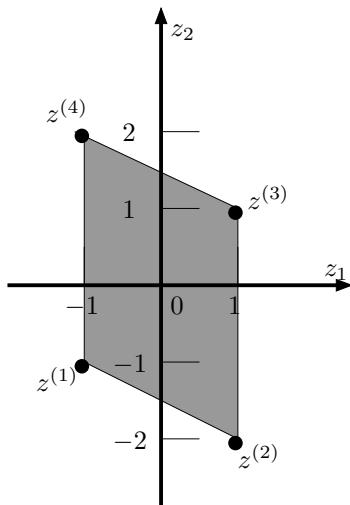

Figura 4.3: Spazio dei risultati (esercizio 4.3)
**Risoluzione.** Tenendo conto della regione ammissibile di *PLMO*, rappresentata in grigio nella figura 2.4, lo spazio dei risultati è la regione in grigio rappresentata in figura 4.3. Si vede quindi che l'insieme delle soluzioni efficienti è costituito dal tratto di estremi  $z^{(1)}$  e  $z^{(2)}$ , mentre l'insieme delle soluzioni debolmente efficienti è costituito da tutte le soluzioni efficienti, con in più il tratto di estremi  $z^{(1)}$  e  $z^{(4)}$ . Infine, poiché  $z^{*T} = [-1 \quad -2] \notin Z$ , il problema *PLMO* non ammette soluzione ottima.